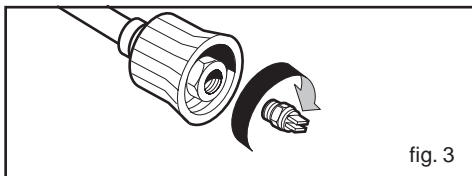
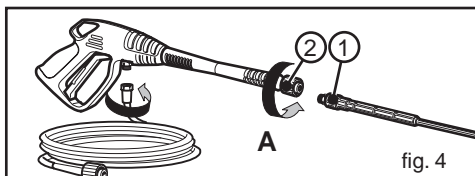

fig. 3
fig. 4
Antes de usar la hidrolimpiadora montar la lanza en la pistola y la tobera en la lanza (fig. 3). Para ensamblar la lanza en la pistola basta colocar el extremo roscado de la lanza (fig. 4 pos. 1) en el agujero de la pistola (fig. 4 pos. 2), enroscar la lanza en el sentido indicado por la flecha (A) hasta alcanzar el acoplamiento total (véase fig. 4).